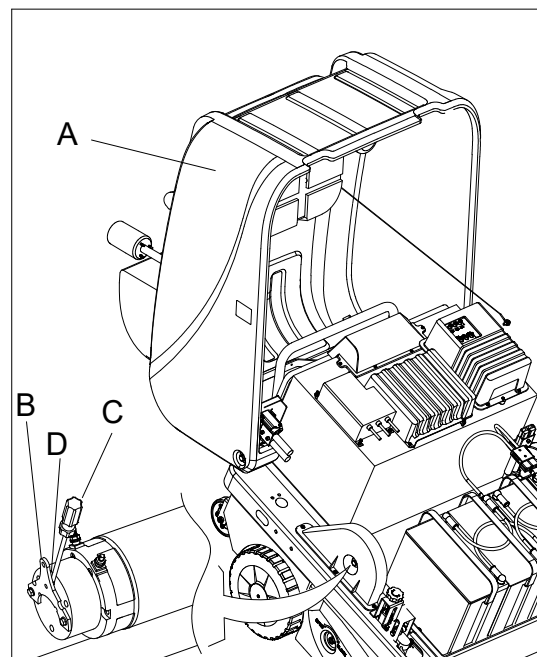

Figura 17
1. Abra a tampa (A, Figura 17).
2. Puxe a alça do motor de acionamento (B, Figura 17) para fora.
3. Insira a chave de fendas (C, Figura 17) na ranhura (D, Figura 17). Vire a tampa para trás e, em seguida, a máquina pode ser empurrada ou rebocada.
4. Quando a máquina for movida para o destino, retire a chave de fendas (C, Figura 17) e a máquina poderá funcionar normalmente.